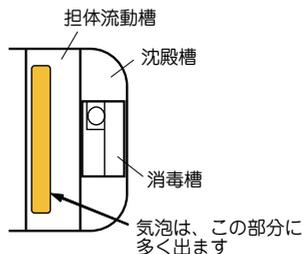

図2 担体流動槽の気泡
①ばっ気は、嫌気ろ床槽第2室との仕切壁側に多めに出るように設定しています。(図2参照)
②担体の流動状態は、ばっ気をしているので、直接見ることはできませんが、担体押さえ面に透明容器の水メガネを置いて確認します。